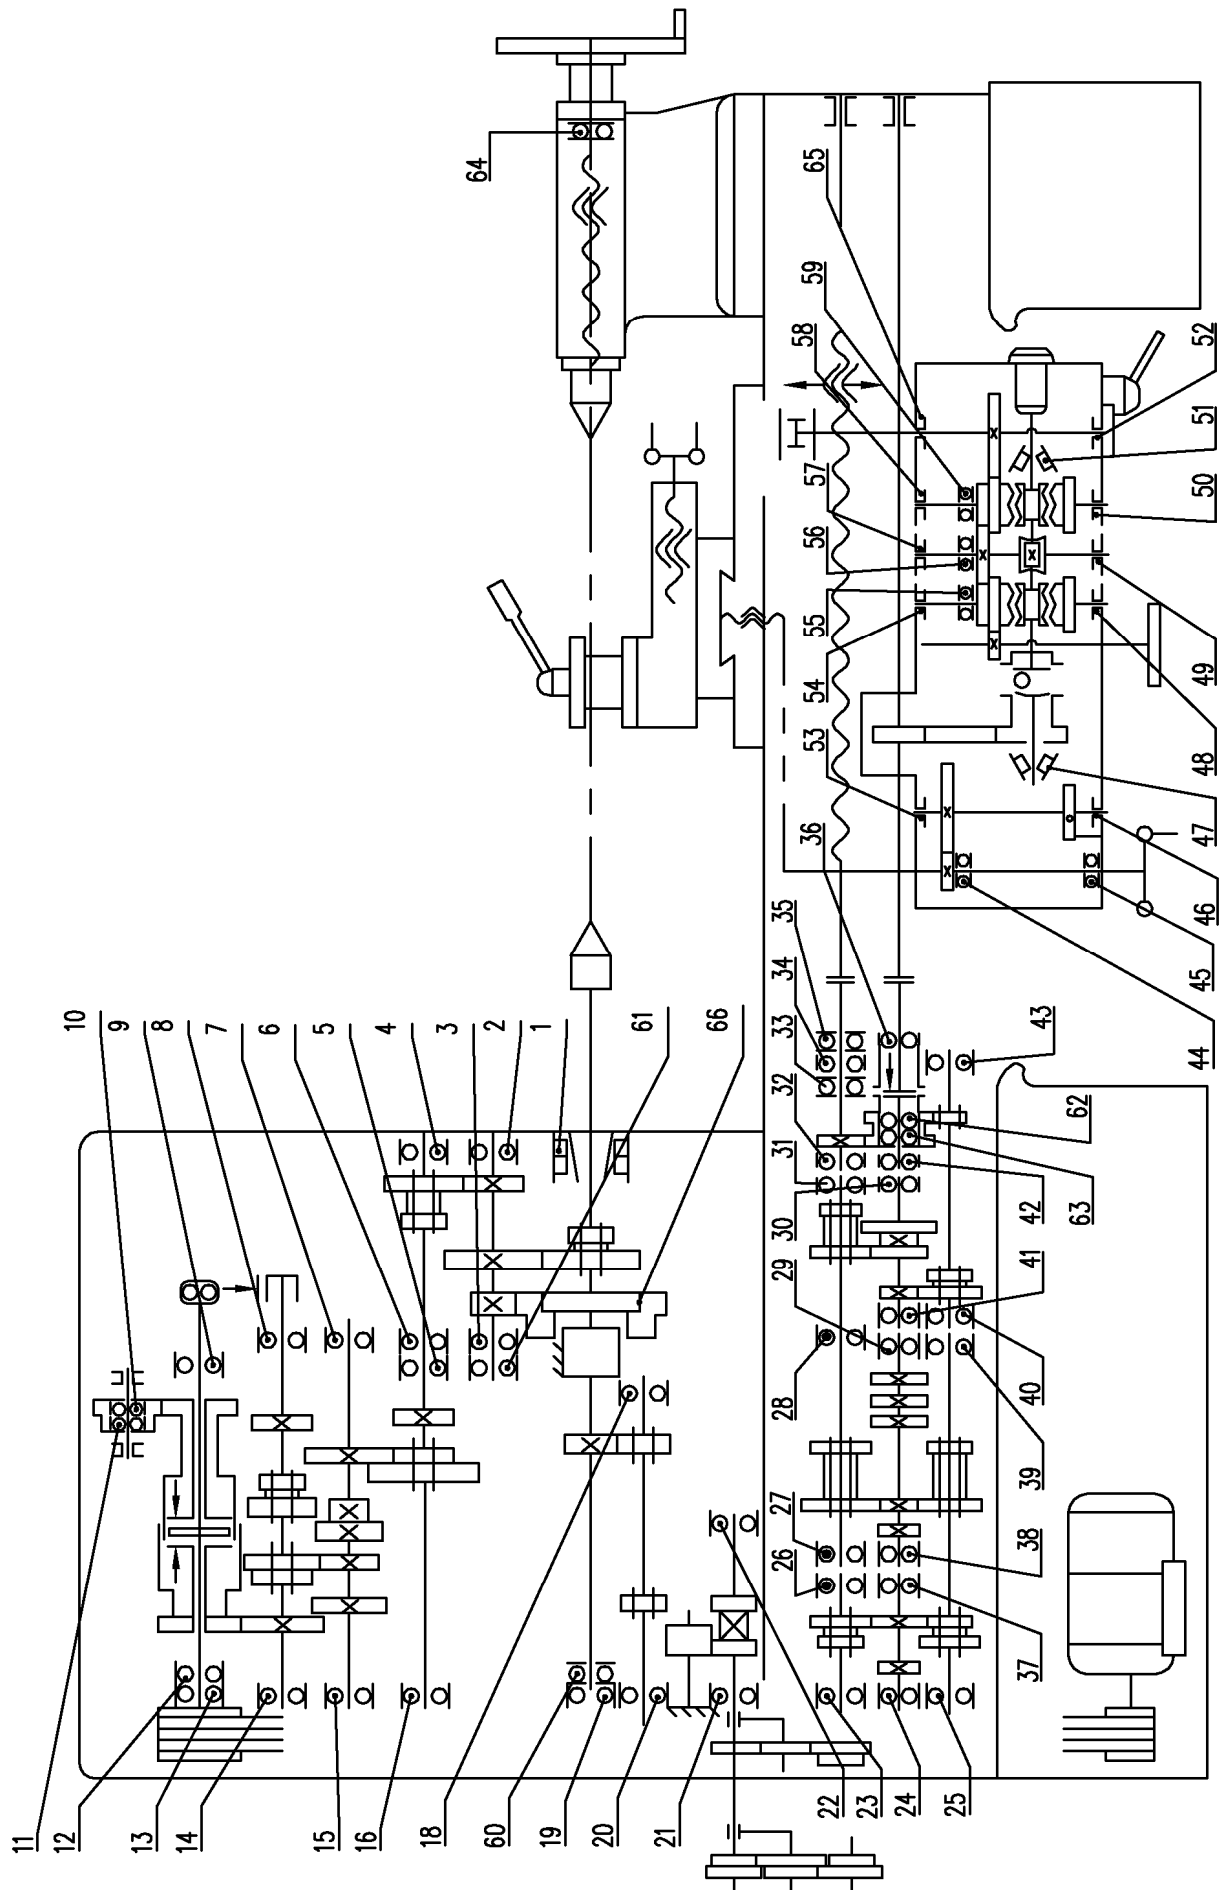

Рис. 7: Схема размещения подшипников
6.5. Перечень подшипников скольжения (см. рис.7)
6.6. Перечень подшипников качения (см. рис. 7)